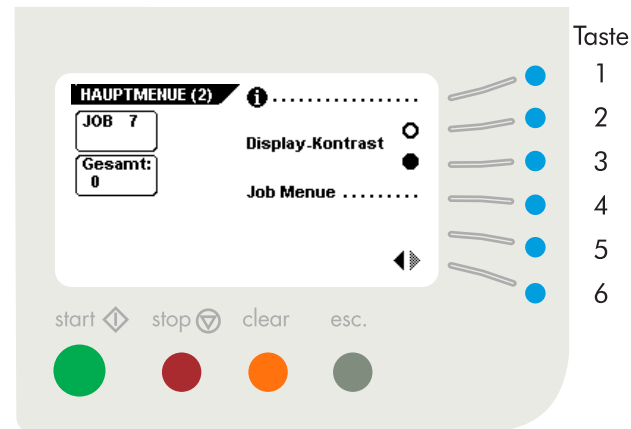

Abb. 9
Das Hauptmenü besteht aus "Hauptmenü (1)" und "Hauptmenü (2)". Bei Bestätigung der Taste 6 im "Hauptmenü (1)" erscheint im Display "Hauptmenü (2)", wie in Abb. 9 dargestellt.
- Job-Informationen (Taste 1); zur Rückkehr ins "Hauptmenü (1)", die Taste 6 bestätigen (Job-Informationen sind in allen Menüs mit Symbol verfügbar).
- Wechsel zum "Hauptmenü (2)" (Taste 6).
Das "Hauptmenü (2)" besitzt 5 verschiedene Funktionen, wie in Abb. 9 gezeigt:
- Rückkehr zum "Hauptmenü (1)" (Taste 6).